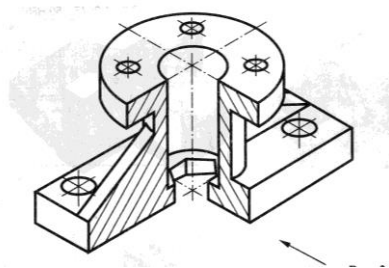
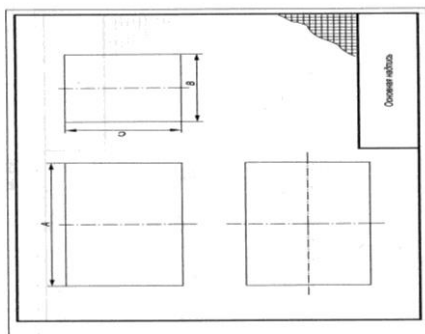

Рисунок 1
Рисунок 2 - тьвупа
- показанная на рис. 1 деталь состоит из площадки прямоугольной формы с четырьмя отверстиями, на которой размещен цилиндр, заканчивающийся цилиндрическим фланцем также с четырьмя отверстиями. Для придания жесткости конструкции имеется два наклонных ребра с прямоугольным сечением (элементы типа тонкой стенки). Внутри детали проходят цилиндрическое отверстие и отверстие в виде шестиугольной призмы;
- для детали на рис. 1 направления взгляда при выборе главного вида, показанное стрелкой, дает наибольшее представление о ее форме и габаритах;
- подготовить лист для планировки размещения на нём изображений. Сначала следует ограничить выбранный лист внешней рамкой, выполняемой тонкими линиями, с размерами сторон формата, а затем нанести внутреннюю рамку основными линиями. Расстояние между рамками с трёх сторон должно быть 5 мм, а с левой стороны листа (для подшивки при брошюровке) 20 мм. Внизу для формата А4 или внизу в правом углу для формата А3 ограничивают место для основной надписи высотой 55 мм и длиной 185 мм (рис. 2);
- у детали на рис.1, если принять длину за  $A$ , ширина  $B \approx 0,6/4$ , а высота  $C \approx 0,5A$ . По этим соотношениям тонкими линиями строят прямоугольники с осевыми линиями, отображающими плоскости симметрии детали, в которые затем вносят изображения (см. рис. 2). Прямоугольники должны отстоять друг от друга, от рамки и основной надписи чертежа на расстояния, достаточные для нанесения размерных линий, различных условных знаков и технических требований;